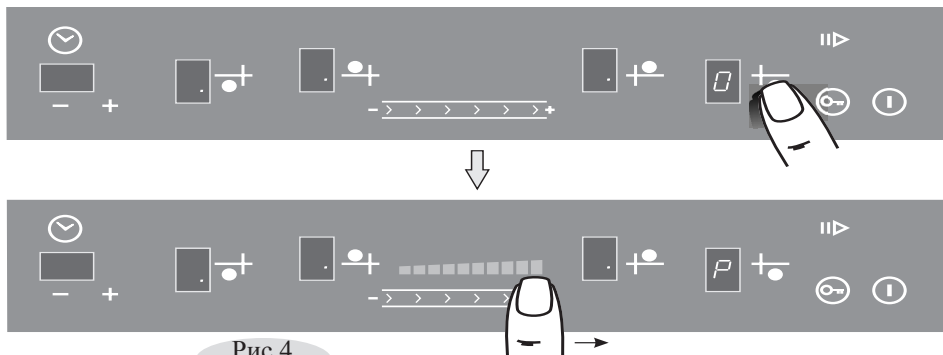

Рис.4
1. Коснуться зоны «**2**» с обозначением выбранной конфорки, после чего конфорка перейдет в режим управления. В соответствующем окне индикации загорится «**0**» (рис.4), во всех остальных окнах загорится точка.